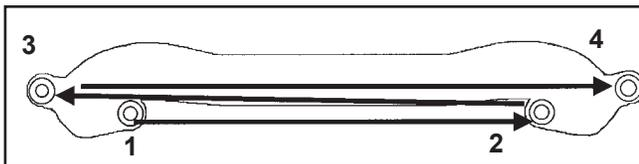

Abbildung 11-51. Abfolge Anzug Ansaugkrümmer.
1. Den Ansaugkrümmer und die neuen Dichtungen oder die neuen O-Ringe (Ansaugkrümmer aus Kunststoff) mit angeschlossener Verkabelung an die Zylinderköpfe montieren. Die Verkabelungsklemmen vor der Installation auf den entsprechenden Schraubbolzen anbringen. Sicherstellen, dass die Dichtungen entsprechend ausgerichtet sind. Die vier Schrauben in zwei Stufen anziehen. Erst auf **7,4 N·m (66 Zoll lb)**, und dann auf **9,9 N·m (88 Zoll lb)**, entsprechend der Abfolge in Abbildung 11-51.